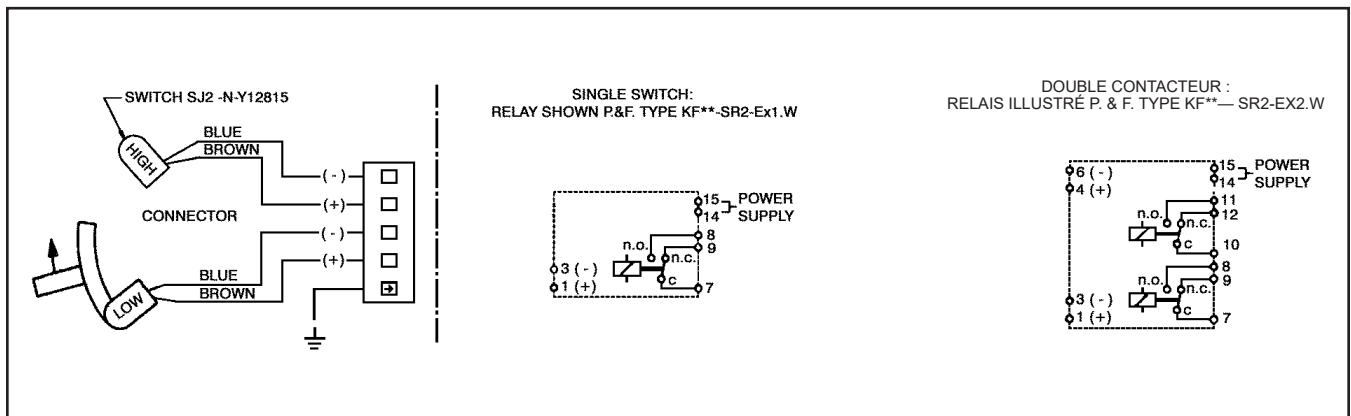

Figure 2-2 Schéma de câblage du contacteur inductif
- C. Connectez l'alarme IS comme indiqué dans les figures 2-2 et 2-3.